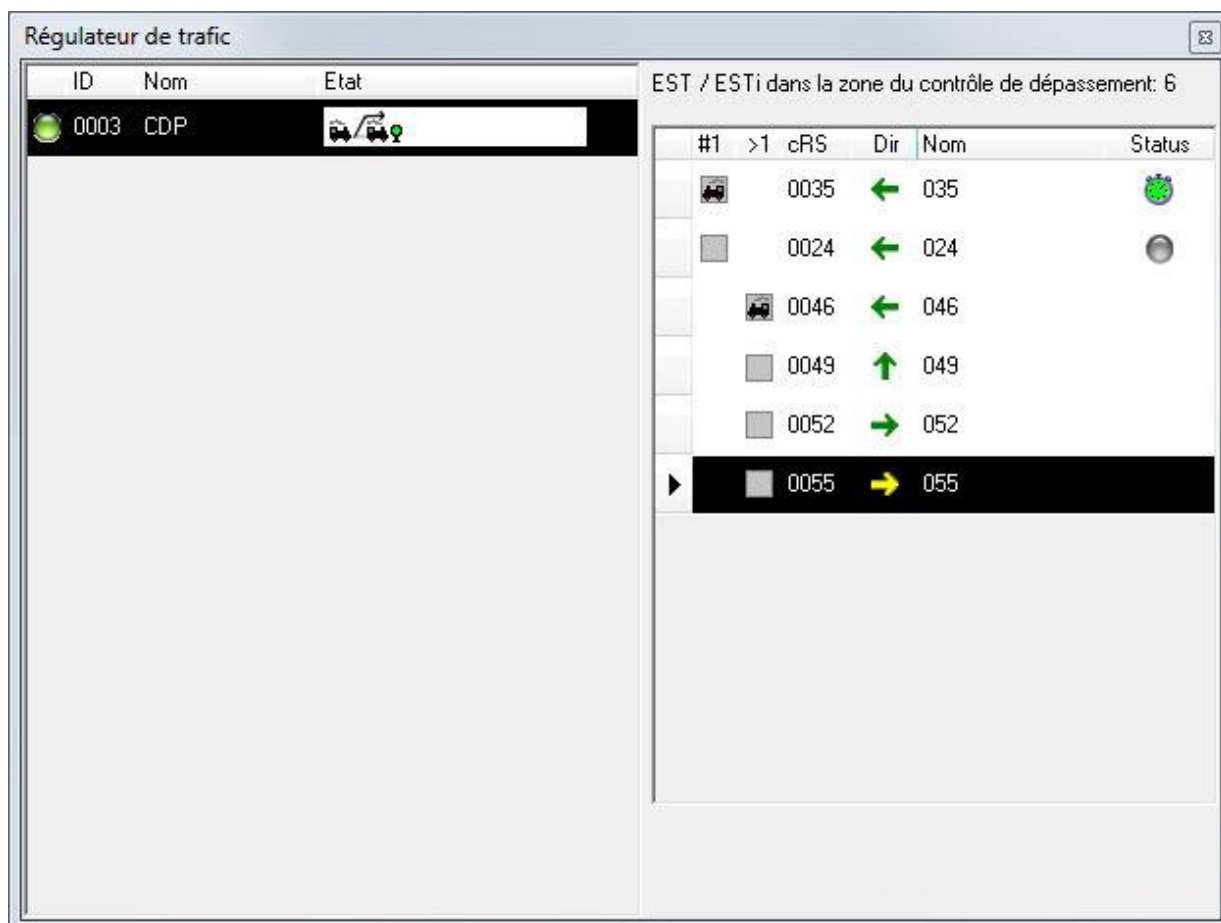

Fig. 6.4
4. Si le temps d'attente a expiré et que le train n'a pas quitté l'EST, alors il ne sera plus bloqué par le RTF. Si c'est le cas, une horloge verte s'affiche dans la colonne Status de l'état étendu (Fig. 6.4).